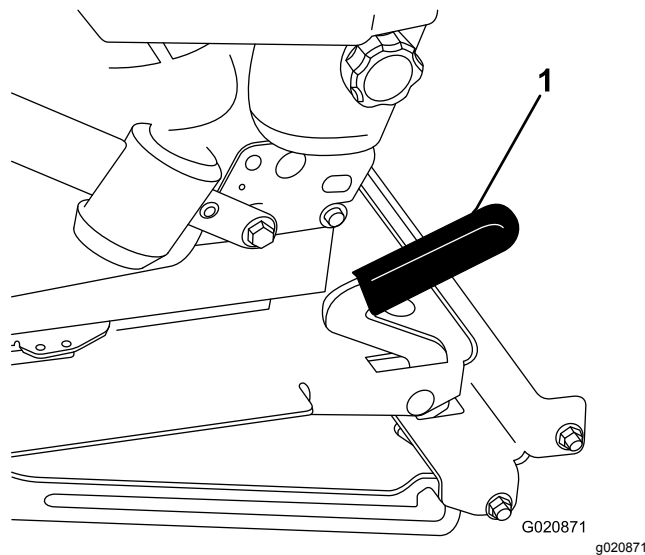

Figura 56
- Per sbloccare il sedile tirate avanti l'apposito dispositivo di chiusura e sollevatelo (Figura 56).